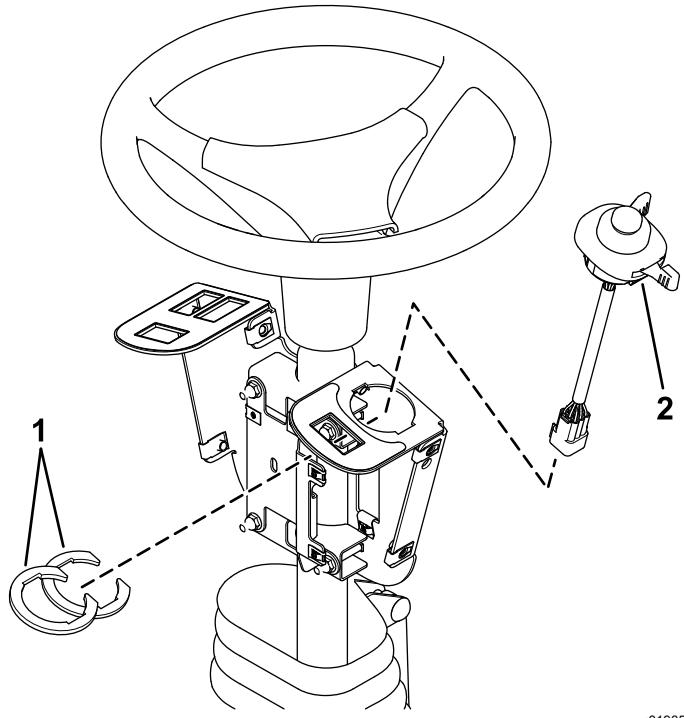

Bild 4
2. Montieren Sie den Multifunktionsschalter an der Schalterhalterung und sichern Sie ihn mit den Schalterclips unter der Bohrung für den Schalter (Bild 4).